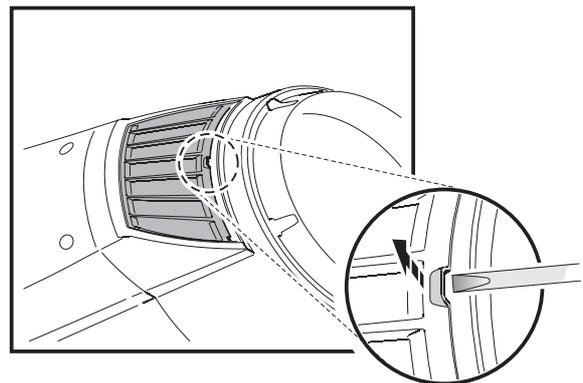

Figura 15: Extracción de los filtros de aire
2. Observar la Figura 15. Utilizando un destornillador plano, levantar el frontal de cada uno de los portafiltros situados a cada lado de la cabeza. Una vez levantados, tirar de ellos hacia afuera para desencajarlos y extraerlos.